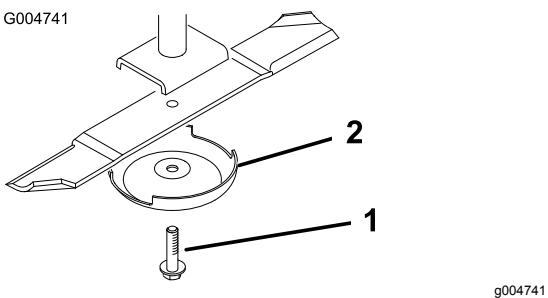

Рисунок 90
- Снимите болт ножа, защитный колпак и нож с вала шпинделя (Рисунок 90).